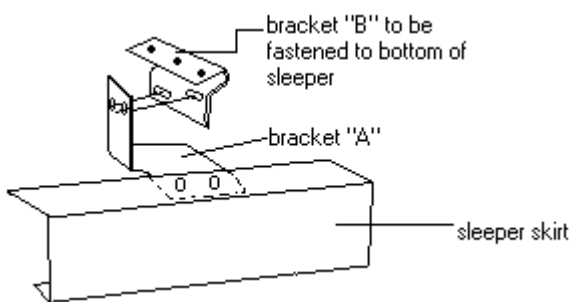
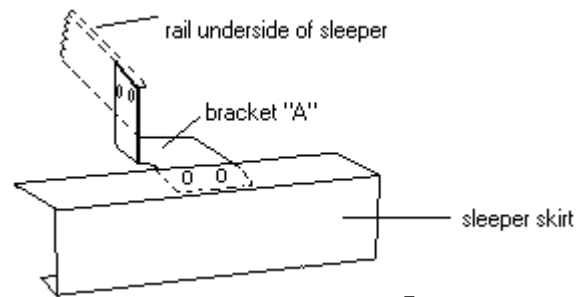

Fig. 1
Fig. 2
3. The brackets may either be screwed to sleeper floor panel or bolted to sides of cross members. If the desired installation is to attach the skirt to the sleeper floor, then it will be necessary to use both brackets supplied in the bracket kit. (Fig. 1) If installing skirt using only the cross rails under the sleeper, only one bracket is required. (Fig. 2)
3. Los soportes pueden atornillarse al piso del dormitorio o en los rieles cruzados bajo la cabina. Si se decide atornillar al piso del dormitorio, será necesario usar ambos soportes provistos en el kit. (Imagen. 1) Si se instalarán en los rieles cruzados bajo la cabina, solo se requiere un soporte. (Imagen.2)